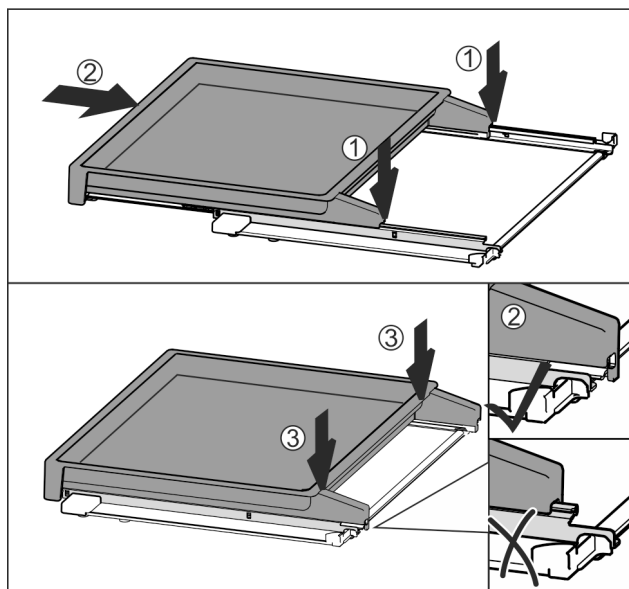

Fig. 115
- ▶ Așezați centrat pe șine Fig. 115 (1).
- ▶ Împingeți complet raftul extractibil în interior Fig. 115 (2).
- ▶ Apăsați pe partea din spate, până când acesta se cuplează cu un zgomot specific Fig. 115 (3).